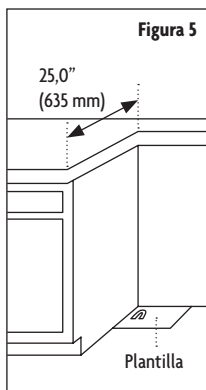

Figura 5
- Se recomienda crear una plantilla de papel para ayudar con la instalación. Coloque esta plantilla en el suelo en la abertura del gabinete de modo que el borde izquierdo esté contra el gabinete y el borde superior esté contra la pared posterior, moldura o gabinete. (Consulte la Figura 5).